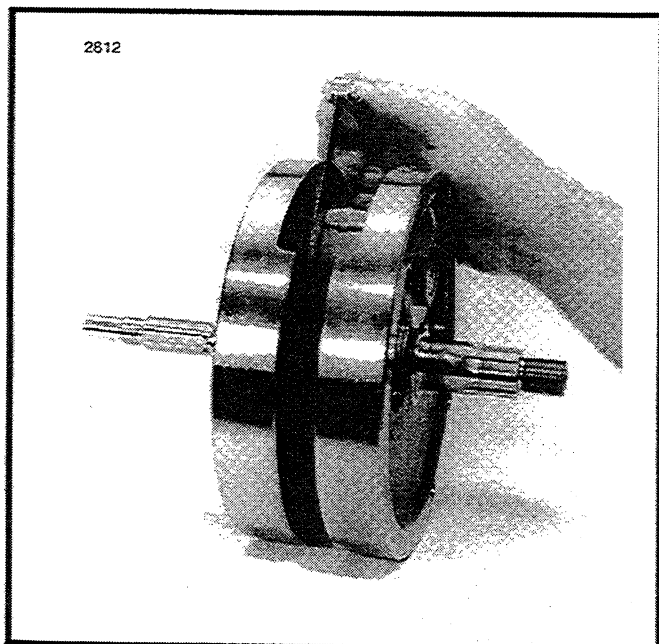

Figure 3-84. Vérification du jeu latéral des bielles
18. Voir Figure 3-84. Une fois l'embiellage aligné, mesurez le jeu latéral des bielles avec un calibre d'épaisseur comme sur la figure. S'il est supérieur à la tolérance indiquée dans les SPECIFICATIONS, serrez les écrous de maneton jusqu'à ce que la tolérance soit atteinte. Un jeu insuffisant entre les bielles et les masses est causé par une des conditions suivantes: